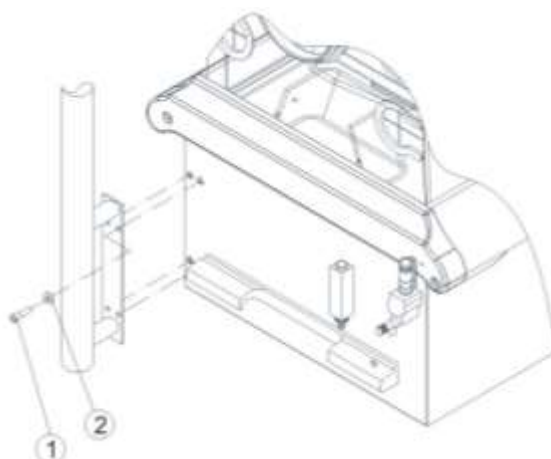

Figura 85 – Instalação do suporte de soro maior
1. Coloque o suporte do monitor na posição correta, alinhando todos os furos conforme figura 85.
2. Utilizando uma chave Allen de 5mm, coloque o parafuso sextavado interno (Allen) (1) com a arruela (2) no orifício e aperte.